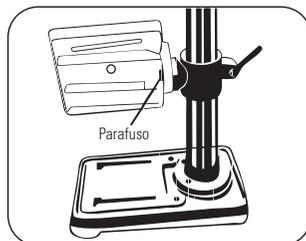

FIGURA 8.11
- Afrouxe 1 (uma) volta o parafuso localizado na parte inferior da mesa (Figura 8.11).
- Volte a apertar o parafuso (Figura 8.11).